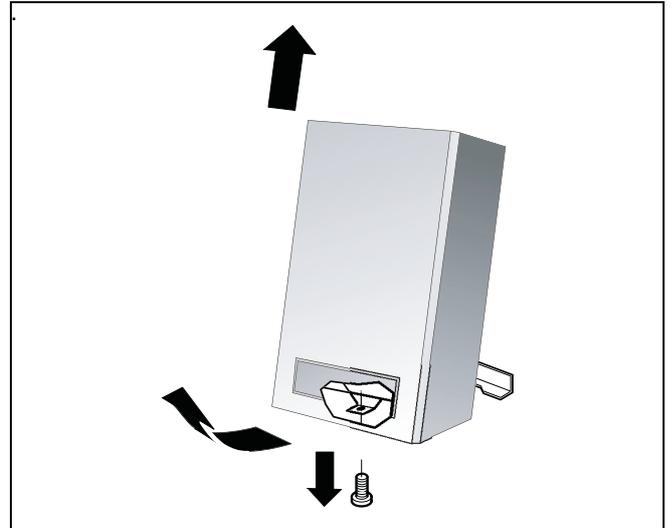

Abb. 10 Verkleidung abnehmen
- Verkleidung abnehmen (Abb. 10).